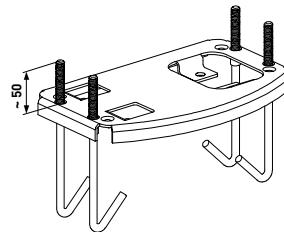

Рисунок 3.
- Вкрутите 4 анкера снизу монтажного основания соблюдая рекомендованный размер ~50 мм (*рис. 3*).